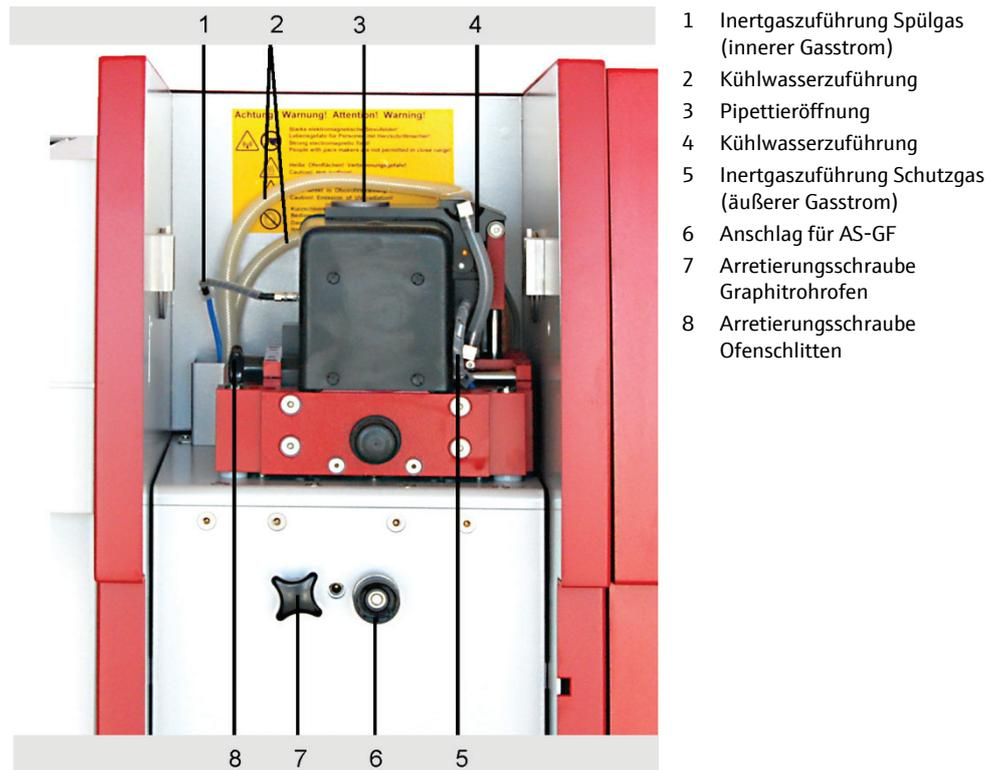

Bild 46 Arretierungsschrauben Graphitrohren
1. Die Arretierungsschraube (Kreuzgriffschraube, 7 in Bild 46) für den Graphitrohrofen lösen.